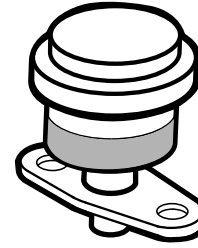

Figura 34
Revise el filtro del limpiador de aire primario únicamente cuando el indicador de mantenimiento (Figura 34) lo requiera. El cambiar el filtro antes de que sea necesario sólo aumenta la posibilidad de que entre suciedad en el motor al retirar el filtro.
1. Compruebe el indicador de obstrucción del filtro. Si el indicador se ve rojo, sustituya el filtro de aire (Figura 34).